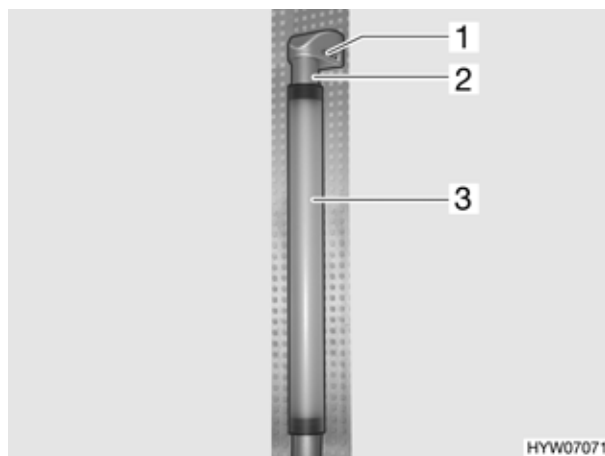

Fig. 199 Illuminazione del vano WC (variante 1)
- Svitare l'attacco della colonna (Fig. 199,1).
- Spingere il bossolo cilindrico (Fig. 199,2) verso l'alto, estrarre quindi il vetro (Fig. 199,3) della luce tirandolo verso l'alto.